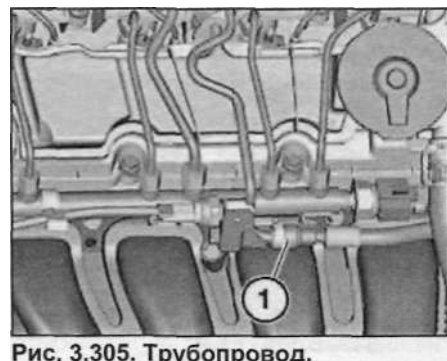

Рис. 3.305. Трубопровод.
- Разблокировать и отсоединить трубопровод (1, рис. 3.305). Собрать вытекающее топливо и отправить его на утилизацию. Образовавшиеся отверстия трубопроводов заглушить приспособлениями "13.5.280".